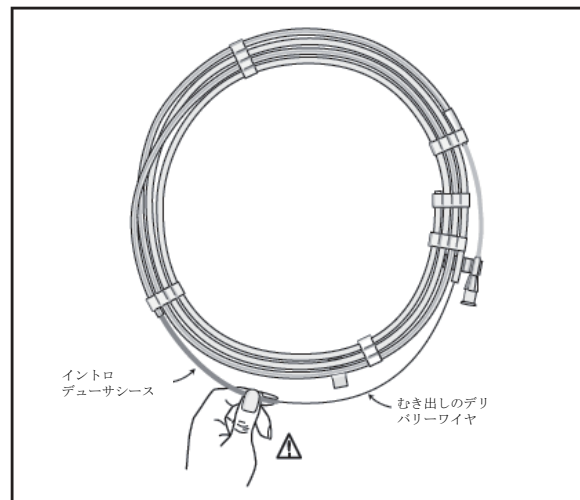

図 4: イントロデューサシースとデリバリーワイヤを一緒につかんで、ディスペンサーコイルから本品を慎重にスライドさせて出す
9. ワイヤとイントロデューサシースを一緒につかみ、ディスペンサーコイルから本品を慎重にスライドさせて出す (図 4 参照)。